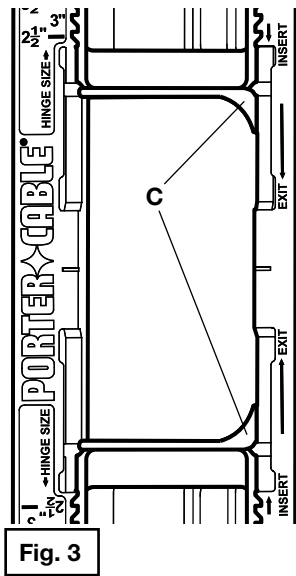
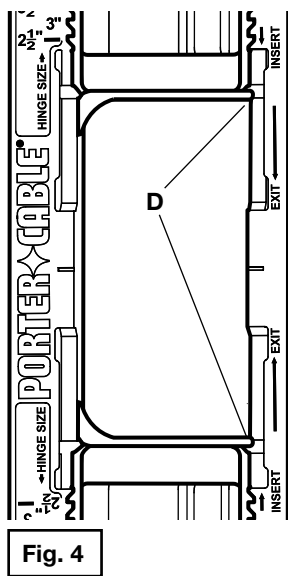

Fig. 3
Fig. 4
For 5/8" radius hinge, position guides (C) as shown in Fig. 3. For 1/4" radius and square corner hinges, position guides (D) as shown in Fig. 4.
Pour les charnières à coins rayon (15,7 mm) 5/8 po, positionner les guides (C) comme indiqué à la Fig. 3. Pour les charnières à coins rayon (6,4 mm) 1/4 po et à coins carrés, positionner les guides (D) comme indiqué à la Fig. 4.
Para las bisagras de 15,9 mm (5/8") de radio, coloque las guías (C) como se muestra en la Fig. 3. Para las bisagras de 6,3 mm (1/4") de radio y esquina en escuadra, coloque las guías (D) como se muestra en la Fig. 4.